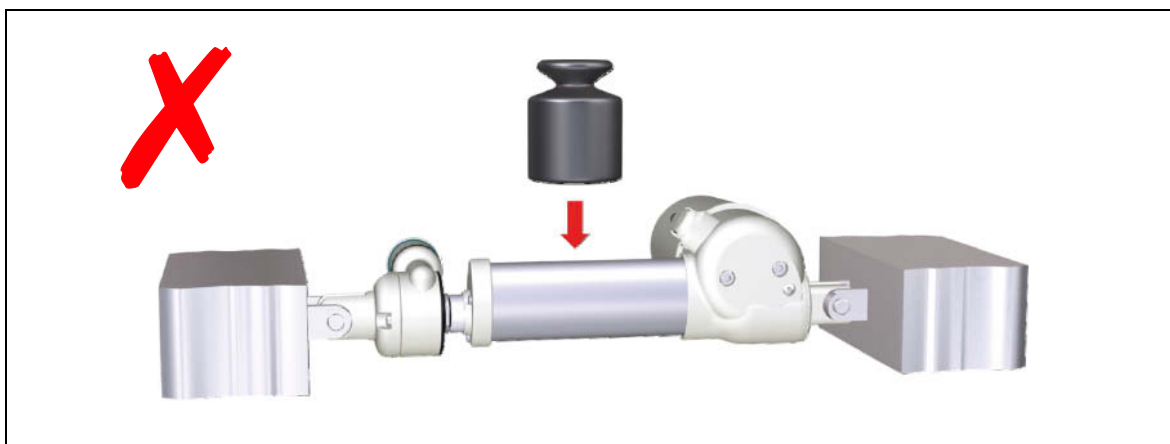

Abbildung 22 Auswirkung der Einbaulage
- Die Ausrückkraft erhöht sich, wenn z. B. die Antriebseinheit mit einer Querkraft von anderen Anbauteilen beaufschlagt wird, diese kann weit oberhalb der Spezifikation liegen. (Abbildung 22 zeigt eine waagrecht eingebaute Antriebseinheit, die mit einer Querkraft belastet wird.)